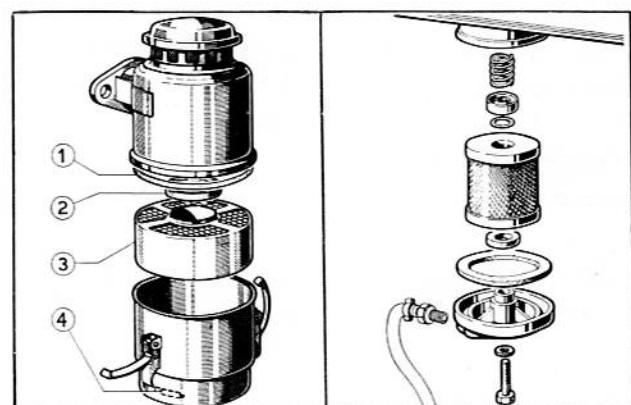

Fig. 15
Démonter et remplacer la bague d'étanchéité (1) et la câle en caoutchouc (2) si elles sont détériorées (fig. 15).
Filtre à combustible (Fig. 15).